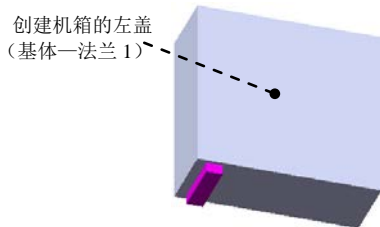

图 17.4.16 创建机箱右盖
Step3. 创建图 17.4.16 所示的基体一法兰 1。
(1) 选择命令。选择下拉菜单 **插入(I)**  **钣金(H)**  **基体法兰(A)...** 命令。
(2) 定义特征的横断面草图。选取上步绘制的草图作为横断面草图。在草图工具栏中单击  命令, 退出草图环境, 此时系统弹出“基体法兰”对话框。
(3) 定义拉伸深度属性。采用系统默认的深度方向。在“基体法兰”对话框的 **钣金参数(S)** 区域中, 输入厚度值 0.5。在 **折弯系数(A)** 区域中的下拉列表中选择 **k 因子** 选项, 并在其文本框中输入 0.4。
(4) 单击  按钮, 完成基体一法兰 1 的创建。